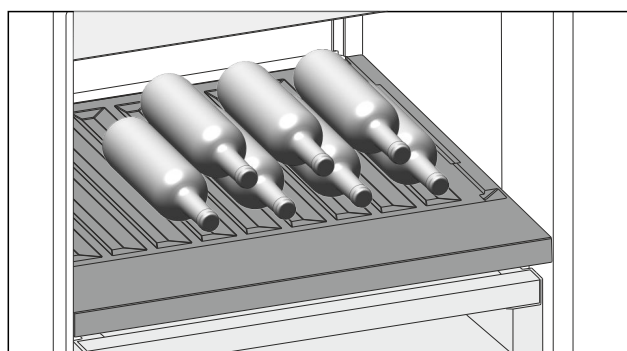

Fig. 204 Reprezentare exemplificatoare
- Introduceți sticlele cu fundul în spate, către peretele posterior. (vezi Fig. 204)